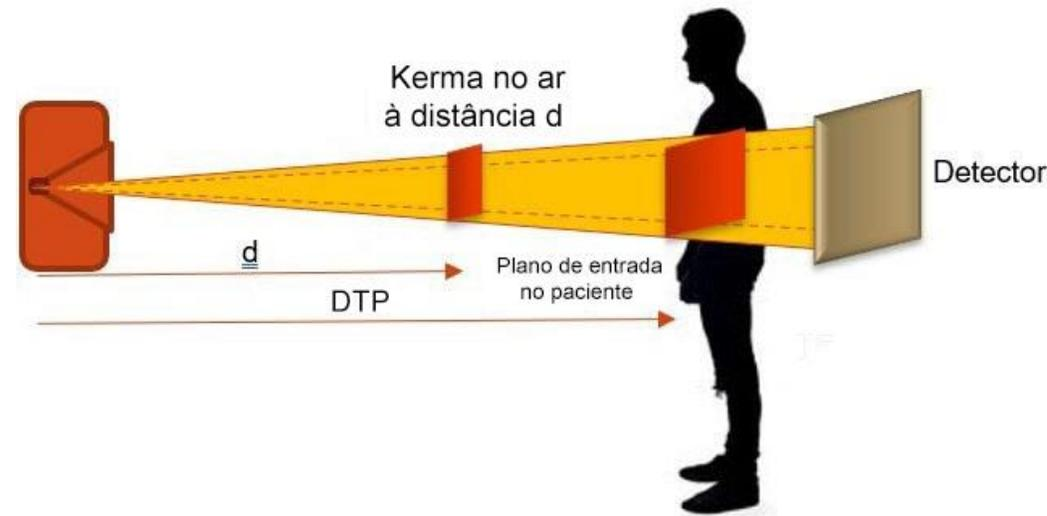

Fig. 25 – Dose de entrada na pele
- A dose de entrada na pele (DEP) é a dose aplicada a uma fina camada de pele quando os raios X atingem a superfície do paciente (Fig. 25).